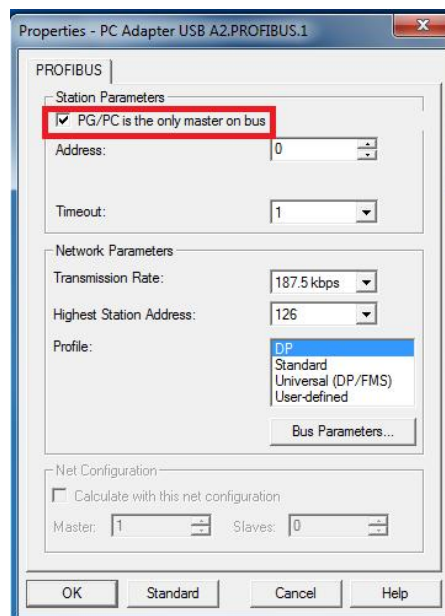

图 3-8
3. 勾选 PG/PC is the only master on the bus , Address 指定为 0 (注意 : 该地址也可以是其它值 , 但不能与网络中其它设备的地址冲突 , 因为该地址必须唯一。) , 指定传输率为 187.5 kbps , 指定最高站地址为 126 , 此处传输率和最高站地址的设置必须与面板中指定的传输率一致 , 如图 3-8。